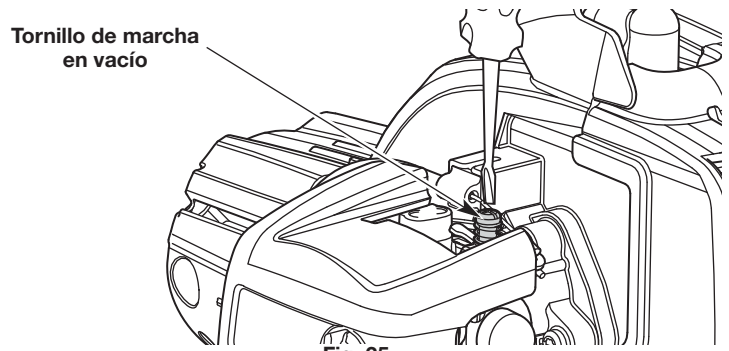

Fig. 25
- Si el motor se para, use un destornillador Phillips pequeño para girar el tornillo de velocidad de ralentí en el sentido de las agujas del reloj, 1/8 de giro cada vez (según sea necesario) hasta que el motor funciona al ralentí de manera uniforme (Fig. 25).
- Si el motor funciona al ralentí demasiado rápido, gire el tornillo de velocidad de ralentí en el sentido contrario de las agujas del reloj, 1/8 de giro a la vez (según sea necesario) para reducir la velocidad de ralentí (Fig. 25).